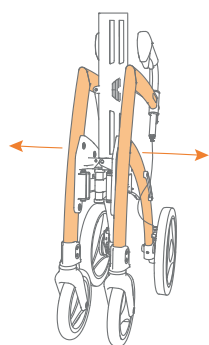

Figure 14: Déplier en tirant le cadre vers l'extérieur.
- Tirez les côtés du cadre du Rollz Motion Electric jusqu'à ce qu'il soit presque complètement déplié (**Figure 14**).